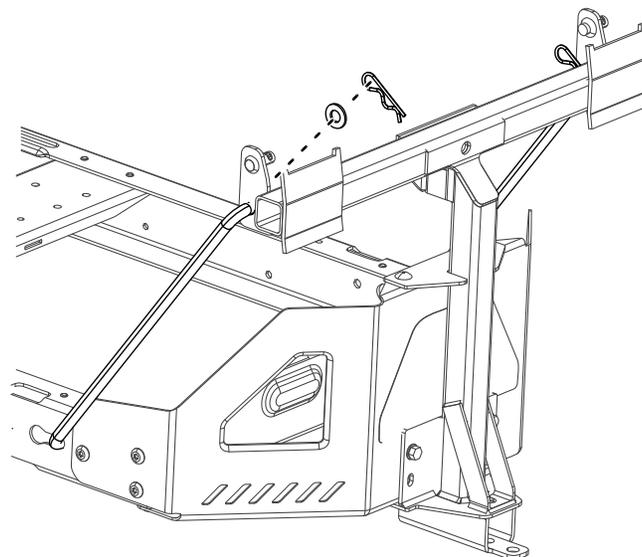

Figura 10
4. Installate l'estremità curva e svasata di un'asta nella scanalatura sagomata presente sul lato sinistro del telaio della macchina e spostate l'asta indietro per inserirla in posizione nel telaio (Figura 10).
5. Inserite le estremità curve delle aste nel supporto dell'attrezzo come illustrato nella Figura 10 e fissate l'estremità di ciascuna asta con una rondella e una coppiglia.
2. Montate le staffe orientabili sul telaio del perno (Figura 10).